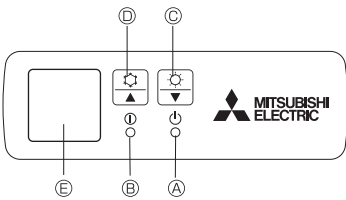

Fig. 5-1
- [Fig. 5-1] ④ DEFROST/STAND BY（除霜／待機）指示燈
- ③ 運轉指示燈
- ② 緊急運轉開關（製熱）
- ① 緊急運轉開關（製冷）
- ⑤ 接收器